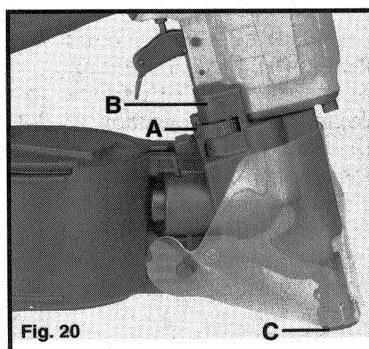
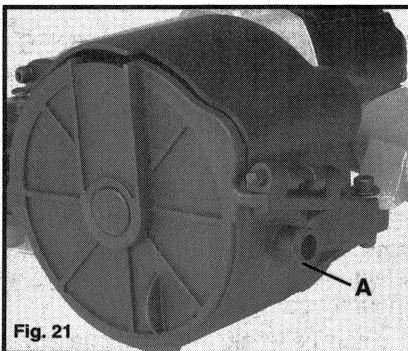

Fig. 20
Fig. 21
La profundidad a la que se clava un sujetador se controla mediante el selector de profundidad ajustable con la rueda de accionamiento con el pulgar (A), Fig. 20. Dispare un sujetador de prueba y compruebe la profundidad. Si se desea realizar un cambio, gire la rueda de accionamiento con el pulgar (A) hacia la izquierda hasta la próxima posición de retén para bajar la profundidad o hacia la derecha para subir la profundidad. Vea el
pictograma mostrado en (B), Fig. 20. Haga otro disparo de prueba de otro sujetador y compruebe la profundidad. Repita el procedimiento según sea necesario para lograr los resultados deseados. La cantidad de presión requerida variará dependiendo del tamaño del sujetador y del material que se esté sujetando. Experimente con el ajuste de la presión de aire para determinar el ajuste más bajo que realice uniformemente el trabajo que se vaya a efectuar. Un exceso de presión de aire puede causar desgaste prematuro y/o daños prematuros en la herramienta.
Se proporciona un cojín con punta de goma (C), Fig. 20, para reducir el rayado de la superficie de trabajo. El cojín de goma puede quitarse para proporcionar un aumento de la profundidad de clavado en aplicaciones de clavado oblicuo. El cojín de punta puede guardarse en el área trasera de la recámara (A), Fig. 21, cuando no se esté utilizando.